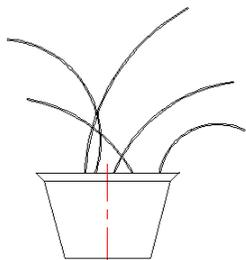

图 17.7.15 偏移圆弧
Step13. 偏置圆弧。选择下拉菜单 **修改(M)** → **偏移(O)** 命令，在命令行中输入偏移距离值 0.5 并按 Enter 键，分别选取 Step9~ Step12 所绘制的圆弧为偏移对象，偏移方向沿圆弧内部，分别按 Enter 键结束操作，结果如图 17.7.15 所示。